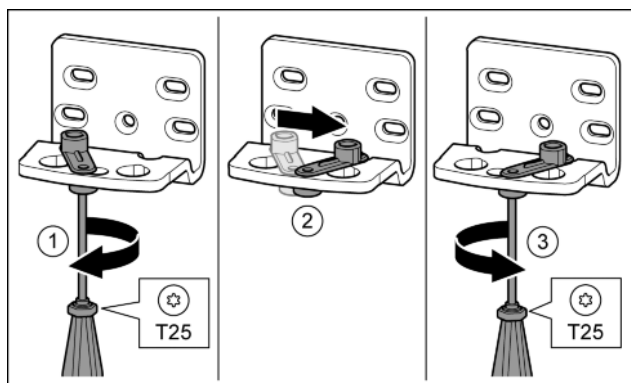

Fig. 16
- ▶ Schroef met de schroevendraaier T25 los draaien. *Fig. 16 (1)*
- ▶ Deursluthulp optillen en 90° naar rechts in de opening draaien. *Fig. 16 (2)*
- ▶ Schroef met schroevendraaier T25 vastschroeven. *Fig. 16 (3)*